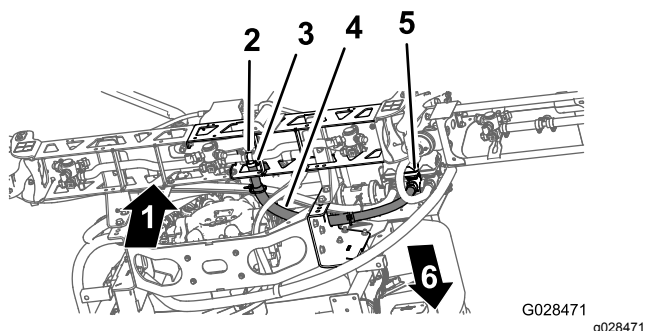

Figura 44
1. Oriente a tubagem da secção da rampa central como se mostra na Figura 44.
2. Instale o tubo da secção da rampa sobre a união em T estriada na secção da rampa central e prenda o tubo com uma braçadeira de tubos (Figura 44).